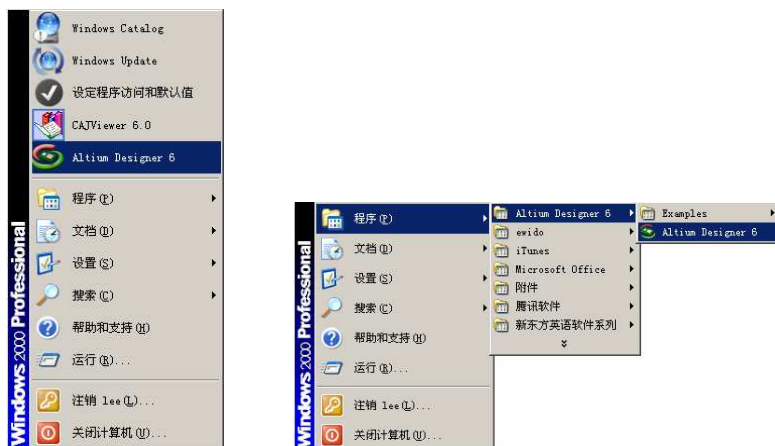

图 1.8 “开始”菜单中的“Altium Designer 6”启动选项
(1) 单击计算机桌面下方的“开始”按钮，在弹出的启动菜单中选择“Altium Designer 6”选项，即可启动 Altium Designer 6。或者在计算机桌面上选择“开始”->“程序(P)”->“Altium Designer 6”->“Altium Designer 6”命令项，也可启动 Altium Designer 6，如图 1.8 所示。